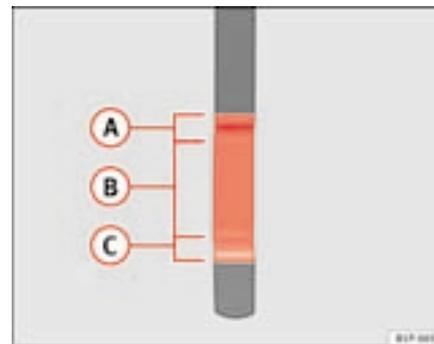

Fig. 141 Vareta de medição do nível de óleo.
- Voltar a retirar a vareta do óleo e controlar o nível do óleo na extremidade inferior da vareta de medição ⇒ página 211, fig. 141.
Se o nível do óleo se situar na zona ⇒ página 211, fig. 141 **(A)**, não pode ser feito nenhum reabastecimento de óleo.